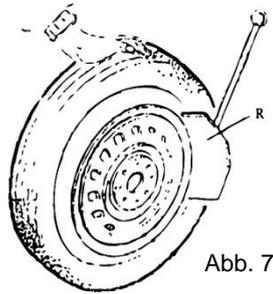

Abb. 7
- Öffnen Sie den Abdruckarm von Hand, indem Sie ihn nach außen drücken, legen Sie das Rad gegen den Gummipuffer. Platzieren Sie die Schaufel gegen den Wulst 10 mm vom Rand der Felge entfernt wie Abb. 7 zeigt.